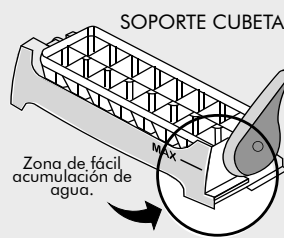
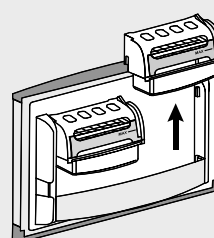

Figura 34
Figura 35
- Levante levemente la bandeja de depósito de hielo y hálala para retirarla. (Figura 35).
Si en el momento de retirar el soporte de la cubeta este no sale fácilmente es debido a que se presentó derrame de agua cuando se realizó la carga en la zona que se muestra en el esquema (Ver figura 34) o se derramó por un movimiento brusco de la puerta y este se congeló, por favor retire el fabricante de hielo (Bio Ice) completo de la contrapuerta levantándolo brevemente hacia arriba (Ver figura 35) y despegue el hielo derramando agua líquida sobre la zona.